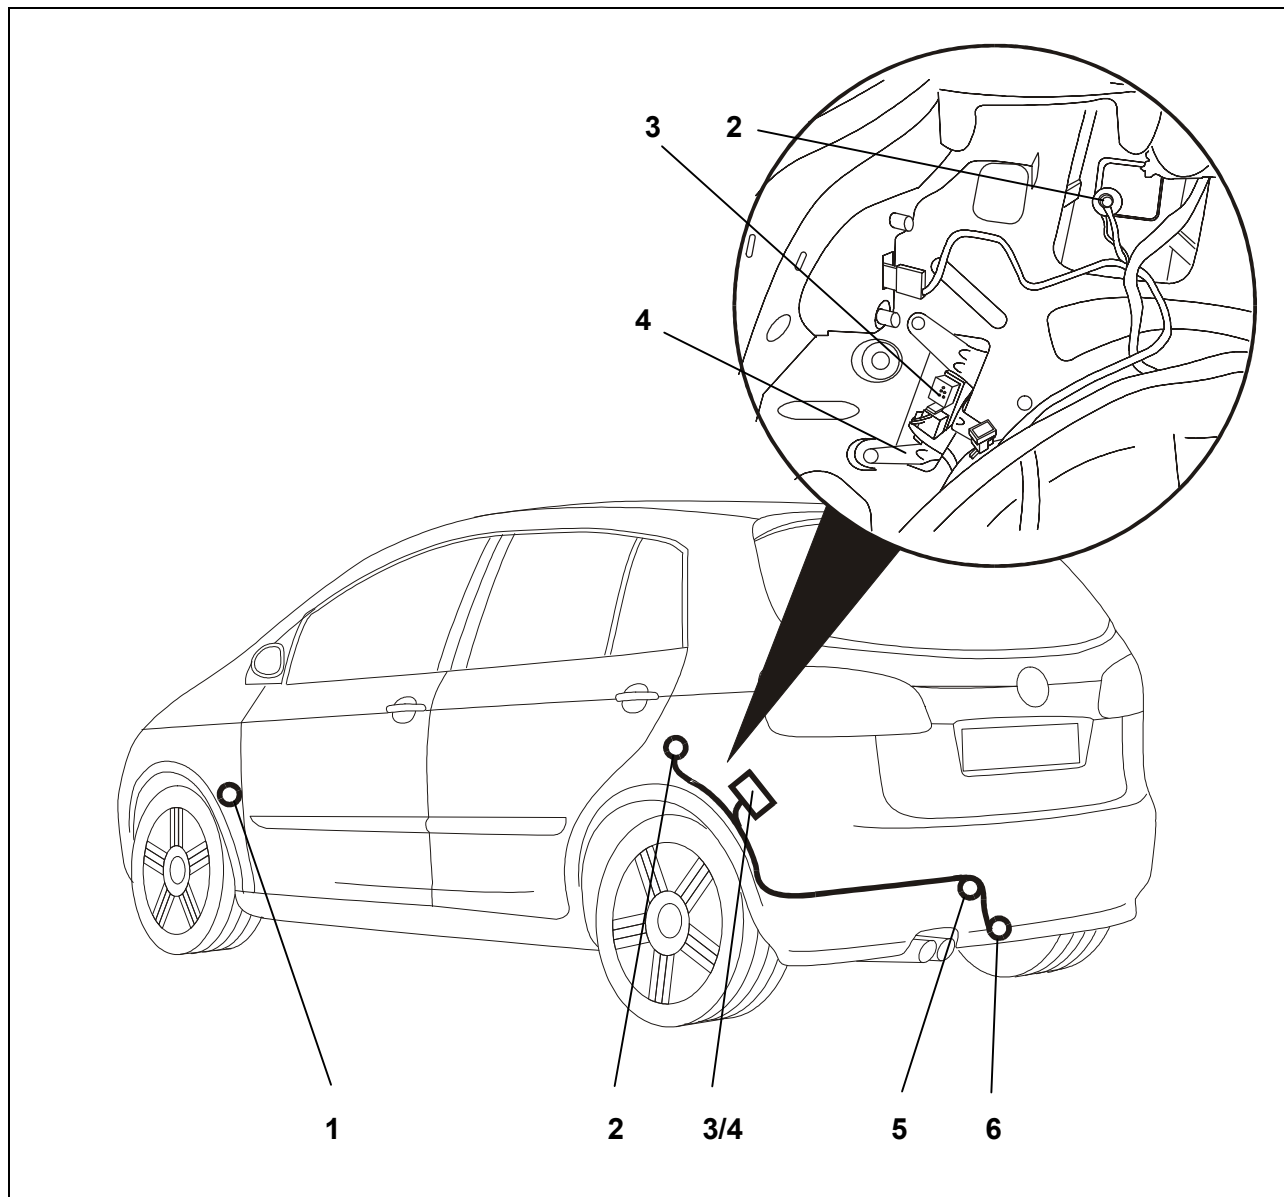

Abb. 1: Einbauübersicht
3. Die fahrzeugseitige 40 mm Lochabdeckung links neben der Fahrzeugmitte im Heckabschlussblech (Abb. 1/5) entfernen.
5. Diese Einheit mit den beiliegenden Schnappmuttern und Befestigungsschrauben an die dafür vorgesehene Stelle links im Kofferraum befestigen (Abb. 1/4).
6. Das Leitungsende mit dem 16-poligen Stecker und der Ringöse von außen durch die Kabel-Durchführung zum Anhängeranschlussgerät (Abb. 1/3) verlegen.
7. Die Gummitülle in die Kabel-Durchführung (Abb. 1/5) einsetzen.
8. Das Steckdosenende des Leitungssatzes zum Steckdosenhalteblech (Abb. 1/6) verlegen.
10. Die Steckdose mit den beiliegenden Schrauben am Halteblech (Abb. 1/6) festschrauben.
11. Das Steckergehäuse 16-fach in den vorgesehenen Steckplatz des Anhängeranschlussgerätes (Abb. 1/3) stecken und verrasten.
12. Schaumstoffüberzug vom fahrzeugseitigen roten Steckergehäuse 12-fach, im Bereich vom Anhängersteuergerät am Fahrzeugblech fixiert, entfernen und Steckergehäuse in den vorgesehenen Steckplatz des Anhängeranschlussgerätes (Abb. 1/3) stecken und verrasten.
13. Die braunen und braun/weiße Leitung mit den Ringösen an den fahrzeugseitigen Massepunkt (Abb. 1/2) anschließen.
14. Die drei 2-poligen Steckverbindungen, die hinter dem Bordnetzsteuergerät (Abb. 1/1) entweder am Leitungsstrang „Ausbindung zum Diagnosestecker“ angewickelt sind, oder mit einem Schaumstoffüberzug sich auf den dicken Leitungssatz hinter dem Bordnetzsteuergerät befinden, freilegen.